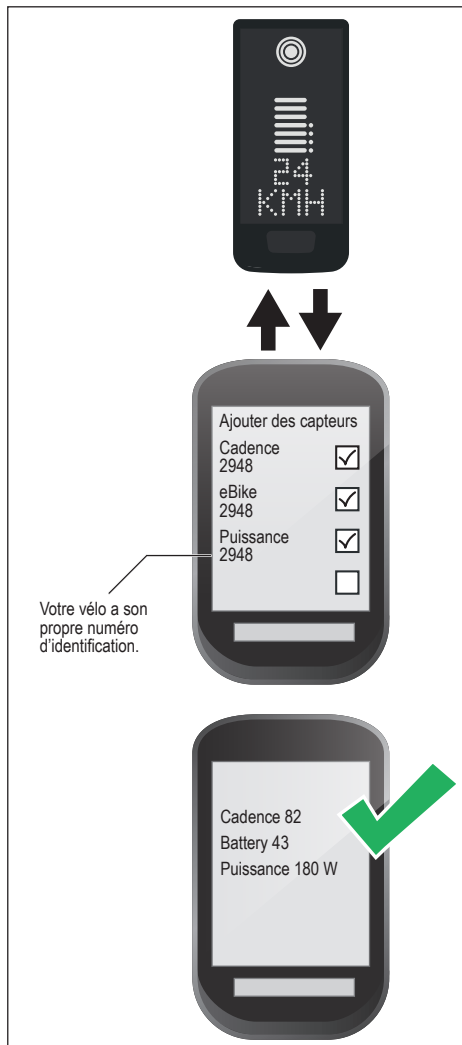

Fig. 8: Connexion entre le E-Bike et le compteur vélo
- Sélectionnez au moins un des trois capteurs représentés (voir Fig. 8).